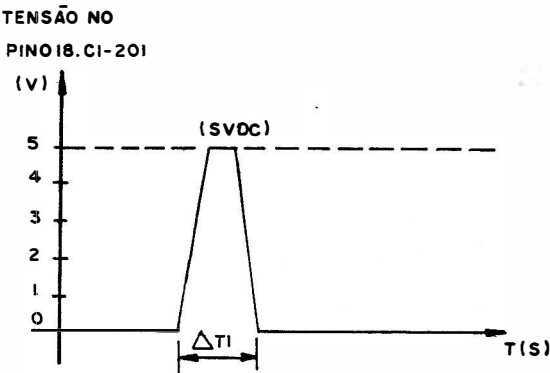

FIG.23
-Conectar o osciloscópio no pino 18 do CI 201(vide figura 4) pressionar a tecla PTT e verificar se ocorre a condição ilustrada no gráfico da fig.23.